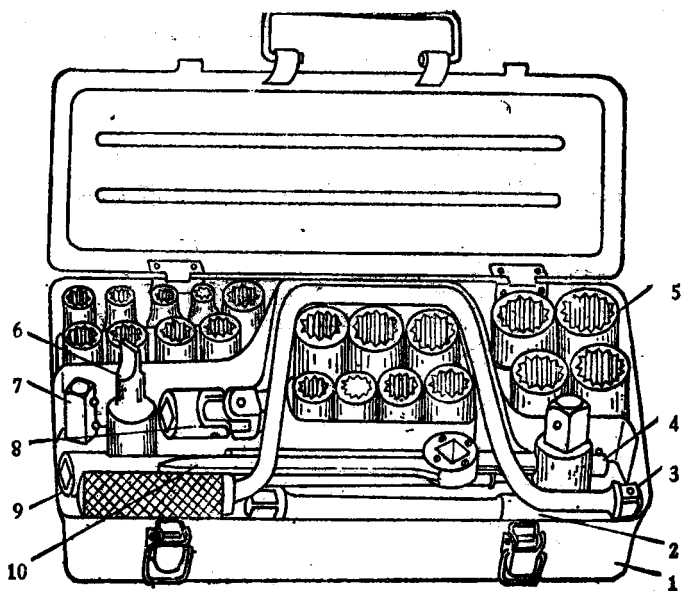

图 1-6 套筒扳手
(3) 套筒扳手 套筒扳手是由一套尺寸不等的活络套筒头子和弓形手柄等组成(见图 1-6)。由于弓形手柄可以连续转动，所以用这种扳手时的工作效率要比开口扳手和整体扳手高得多。